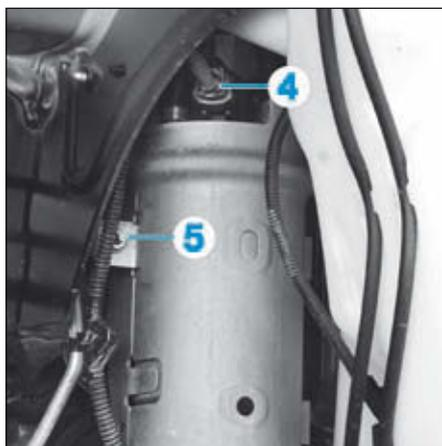

FIG.44
- Débrancher le connecteur (4) (Fig.44).
- Déposer l'écrou (5) du support de filtre à carburant.